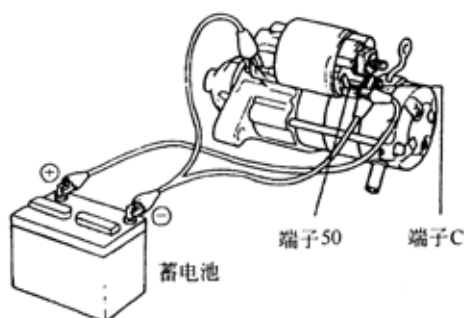

图 9-7
##### 1)牵引测试(如图 9-7 所示)。
##### (2)把励磁线圈和蓄电池相连(见图 9-7)。